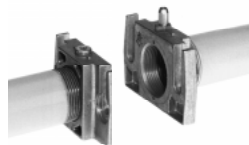

Рис. 11
1. Установить фланец на трубе. Использовать соответствующую применяемому газу оснастку (Рис. 11)
2. установить устройство MB-DLE и уделить особое внимание прокладкам O-Ring (Рис. 11)